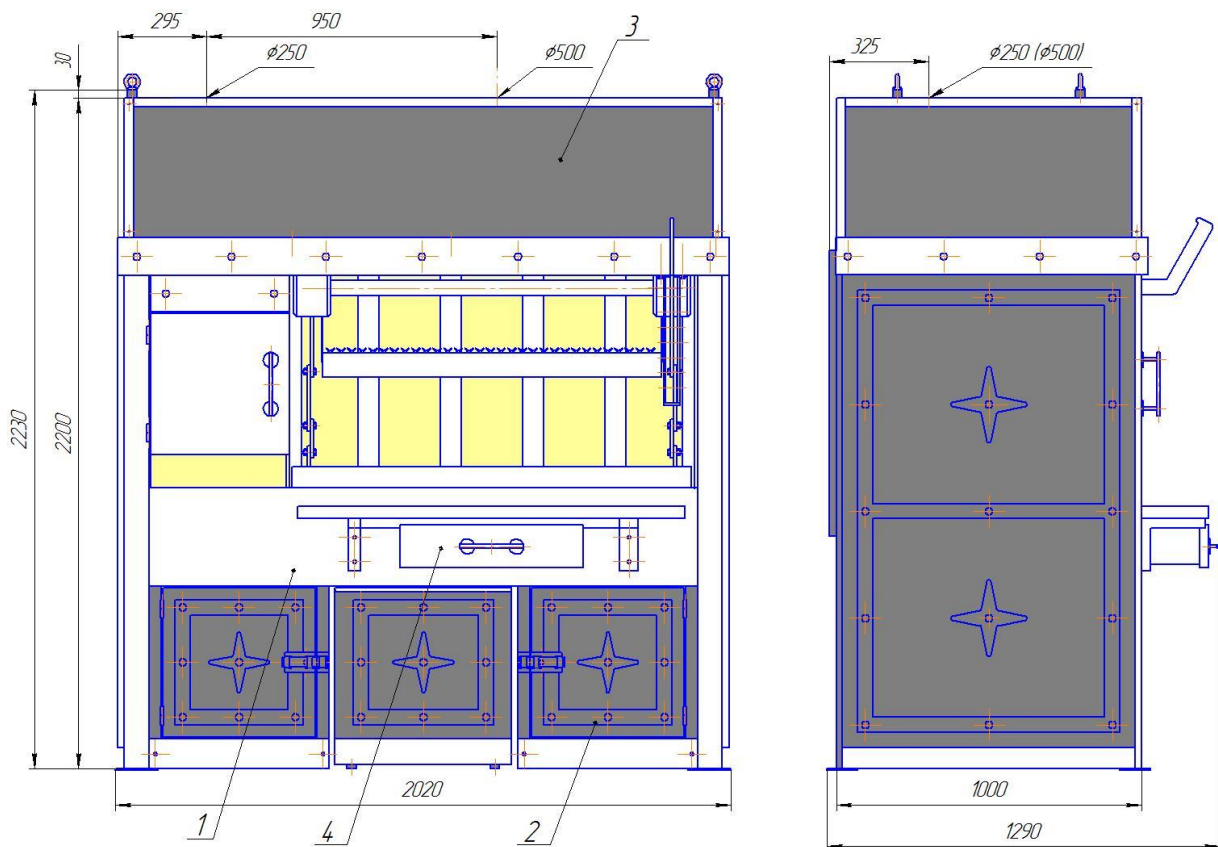
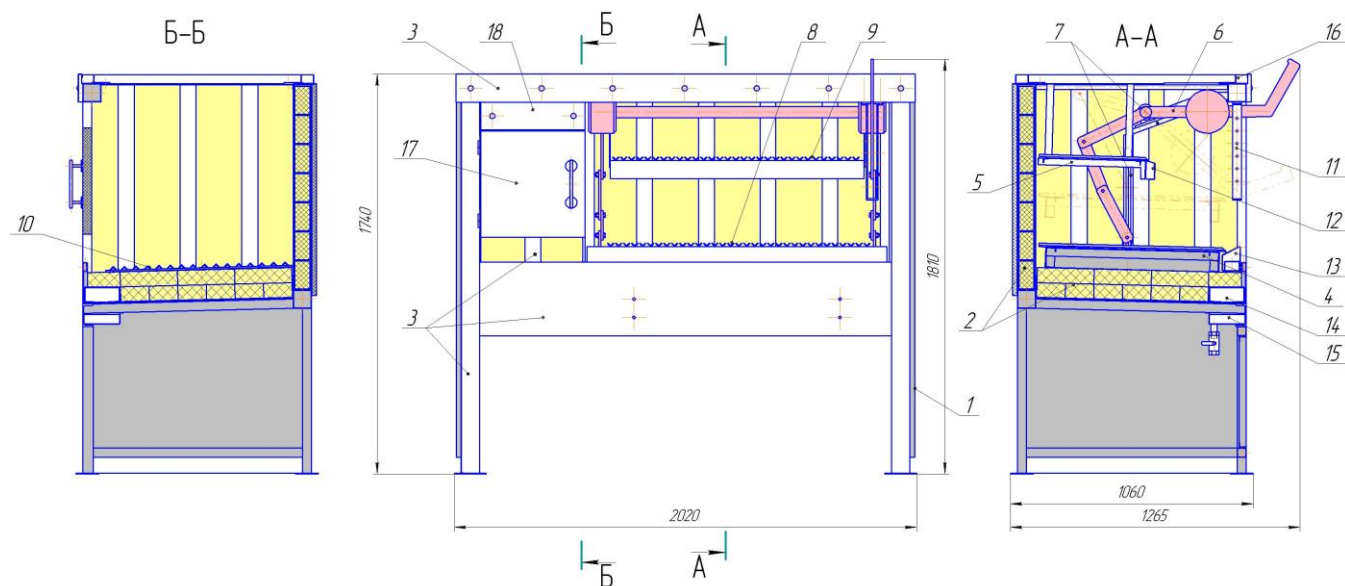
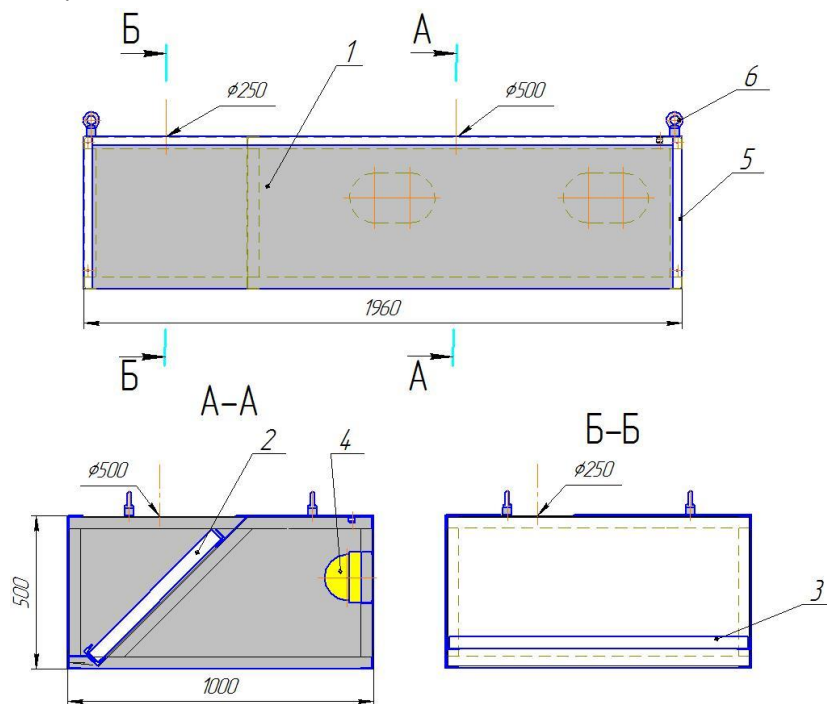

Рис. 1. Устройство гриля
Рис. 2. Устройство корпуса.
Рис. 4. Устройство зонта.
Гриль состоит из следующих основных элементов (см. рис.1):
Корпус состоит из следующих основных элементов (см. рис.2):
Зонт состоит из следующих основных частей (см. рис.4):
В топку, расположенную в левой части гриля, которая закрывается дверкой (рис.2, поз.17), засыпается уголь. В топке уголь поджигается оператором. Тепло отводится через левую часть зонта (рис.1, поз 7), при этом искры гасятся фильтрами-искрогасителями (рис.4, поз 3).
По мере выгорания, уголь распределяется оператором в правую часть гриля под нижнюю платформу (рис.2, поз.4). При этом нижнюю платформу приподнимают вручную оператором вертикально с помощью механизма подъема (рис.2, поз 6) на некоторую высоту и стопорят с помощью фиксатора, закрепленного на стойке регулировочной (рис.2, поз.11). На нижней платформе установлены нижние решетки (рис.2, поз.8), на которых непосредственно и происходит приготовление продукта (мяса). Излишки жира стекают по желобам уголков решеток в нижний жироборник с перфорированной решеткой (рис.2, поз 13).
Над нижней платформой подвешена верхняя платформа (рис.2, поз.5), с расположенными на ней решетками (рис.2, поз.9). На верхних решетках происходит непосредственное временное хранение приготовленного продукта. Верхняя платформа также оборудована съемным жироборником (рис.2, поз.12). Тепло и все испарения отводятся через правую часть зонта (рис.1, поз.3), оборудованным съемными фильтрами жироуловителями (рис. 4, поз.2). В правой части зонта расположены два светильника (рис.4, поз.4), предназначенных для освещения рабочей зоны.
Стекающий жир с фильтров жироуловителей накапливается в коробчатом лотке (рис.2, поз.16). По мере необходимости излишки жира сливаются через патрубок с вентилем.
На фасадной части гриля закреплен кронштейн с съемной столешницей (рис.1, поз.4). В кронштейне установлен выдвижной ящик, предназначенный для хранения инвентаря.
Гриль оборудован системой слива вода во время его непосредственной мойки. А именно: под кирпичами верхнего ряда горизонтальной кладки расположен перфорированный вкладыш (рис.2, поз.14), через который вода стекает в лоток, оборудованный вентилем (рис.2, поз.15).
5. Ближние полки вертикальных ручьев и окна под установку кирпича закрыть декоративными накладками (рис.2, поз.3), которые закрепить на вытяжных заклепках.
6. Установить на дно основания гриля перфорированный вкладыш (рис.2, поз.14).
8. Установить все снятые в п.3 элементы на своё место. Особое внимание обратить на плавность перемещения механизмов подъема нижней платформы (рис.2, поз.6). Перемещение должны быть без заеданий и заклинивания. При необходимости отрегулировать его положение, ослабив болты крепления и соосно выставив кронштейны (рис.2, поз.7) относительно штанги подъемного механизма. Далее затянуть все болты механизма. Смазать направляющие кронштейнов (рис.2, поз.6) термостойкой антизадириной смазкой.